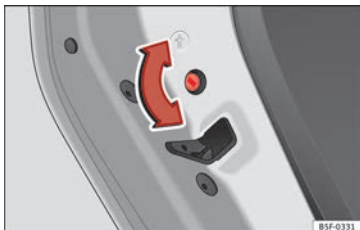

Bild 105 Barnsäkert lås på vänster dörr
- Med dörren öppen, vrid spåret i dörren med tändningsnyckeln, moturs för högerdörrar och » **bild 105** medurs för vänsterdörrar.
» **bild 105**.